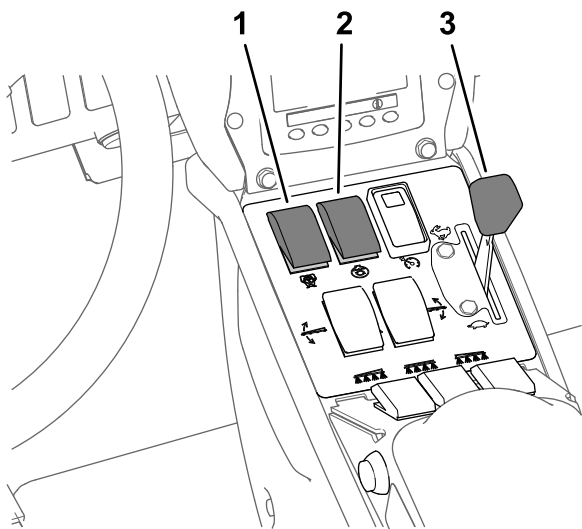

图 31
8. 将搅拌开关和喷洒泵开关设定至开启位置 **图 31**。
9. 将节流阀设定至快速位置图 31。
注意 此程序假定喷洒泵是打开的请参阅 以喷洒率模式喷洒 (页码 27) 中的图 31。
4. 调节节流阀到所需的发动机转速进行喷洒请参阅 以喷洒率模式喷洒 (页码 27) 中的图 31。